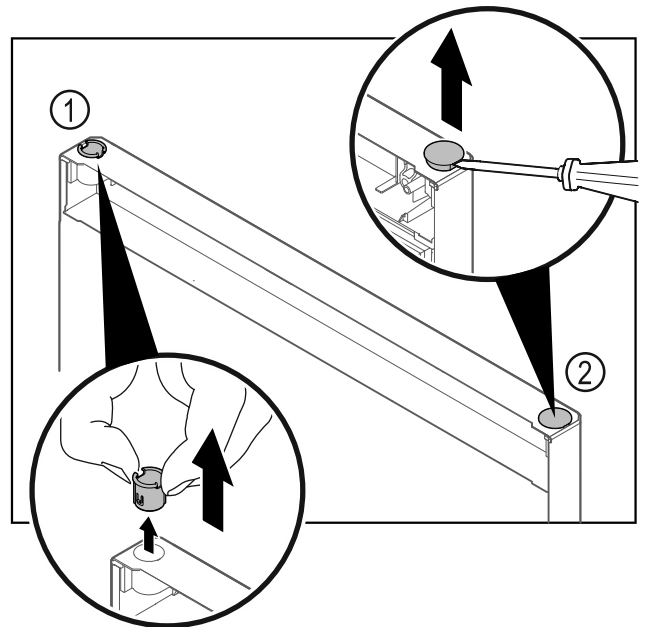

Fig. 26
- Saque el buje de la bisagra Fig. 26 (1) con los dedos.
- Levante cuidadosamente el tapón decorativo Fig. 26 (2) con un destornillador para tornillos de cabeza ranurada y extráigalo.